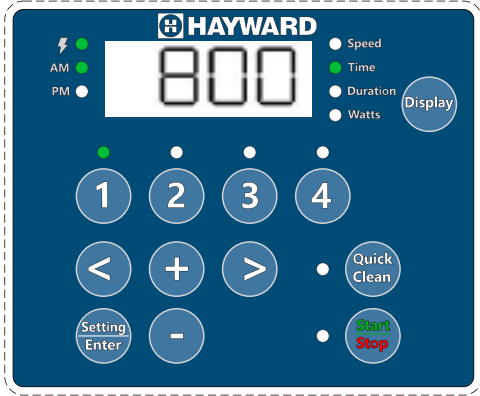

Abbildung 4
4. Mit einem Druck auf die 1-Taste sehen Sie an der Anzeige die Startzeit des Programms Speed 1. Die Time-LED beginnt zu blinken. Siehe Abbildung 4.